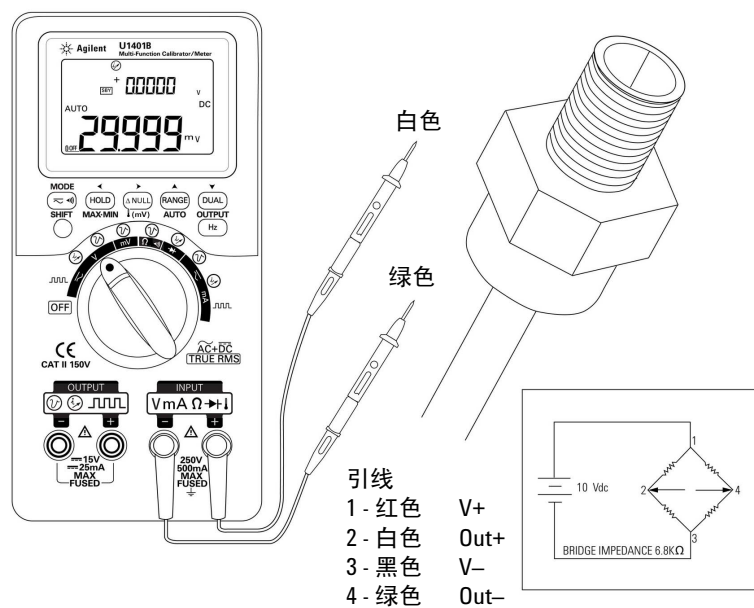

图 5-4 压力传感器测量
- 3 探测测试点（第 93 页上的图 5-4）并读取显示值。